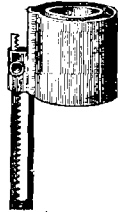

Fig. 63.
3. Quant à la mèche, pour la monter au fur et à mesure de la combustion, Argand se servait d'un petit support coudé *i* (fig. 63) dont l'extrémité intérieure était soudée au porte-mèche *e e*, tan-
dis que son extrémité extérieure simulait une poignée. Outre que ce mécanisme était peu commode à faire fonctionner, il avait l'inconvénient de gêner le placement de la cheminée. Philippe de Girard¹ le remplaça, en 1803, par celui qu'on emploie aujourd'hui, et qui consiste en une crémaillère à pignon qu'on met en mouvement à l'aide d'un bouton extérieur au bec (fig. 63). Ce nouveau mécanisme fut complété, vers 1830, par Gagneau père, en ajoutant au porte-mèche les deux petites griffes à ressort, qui depuis ont toujours été employées pour maintenir la mèche.